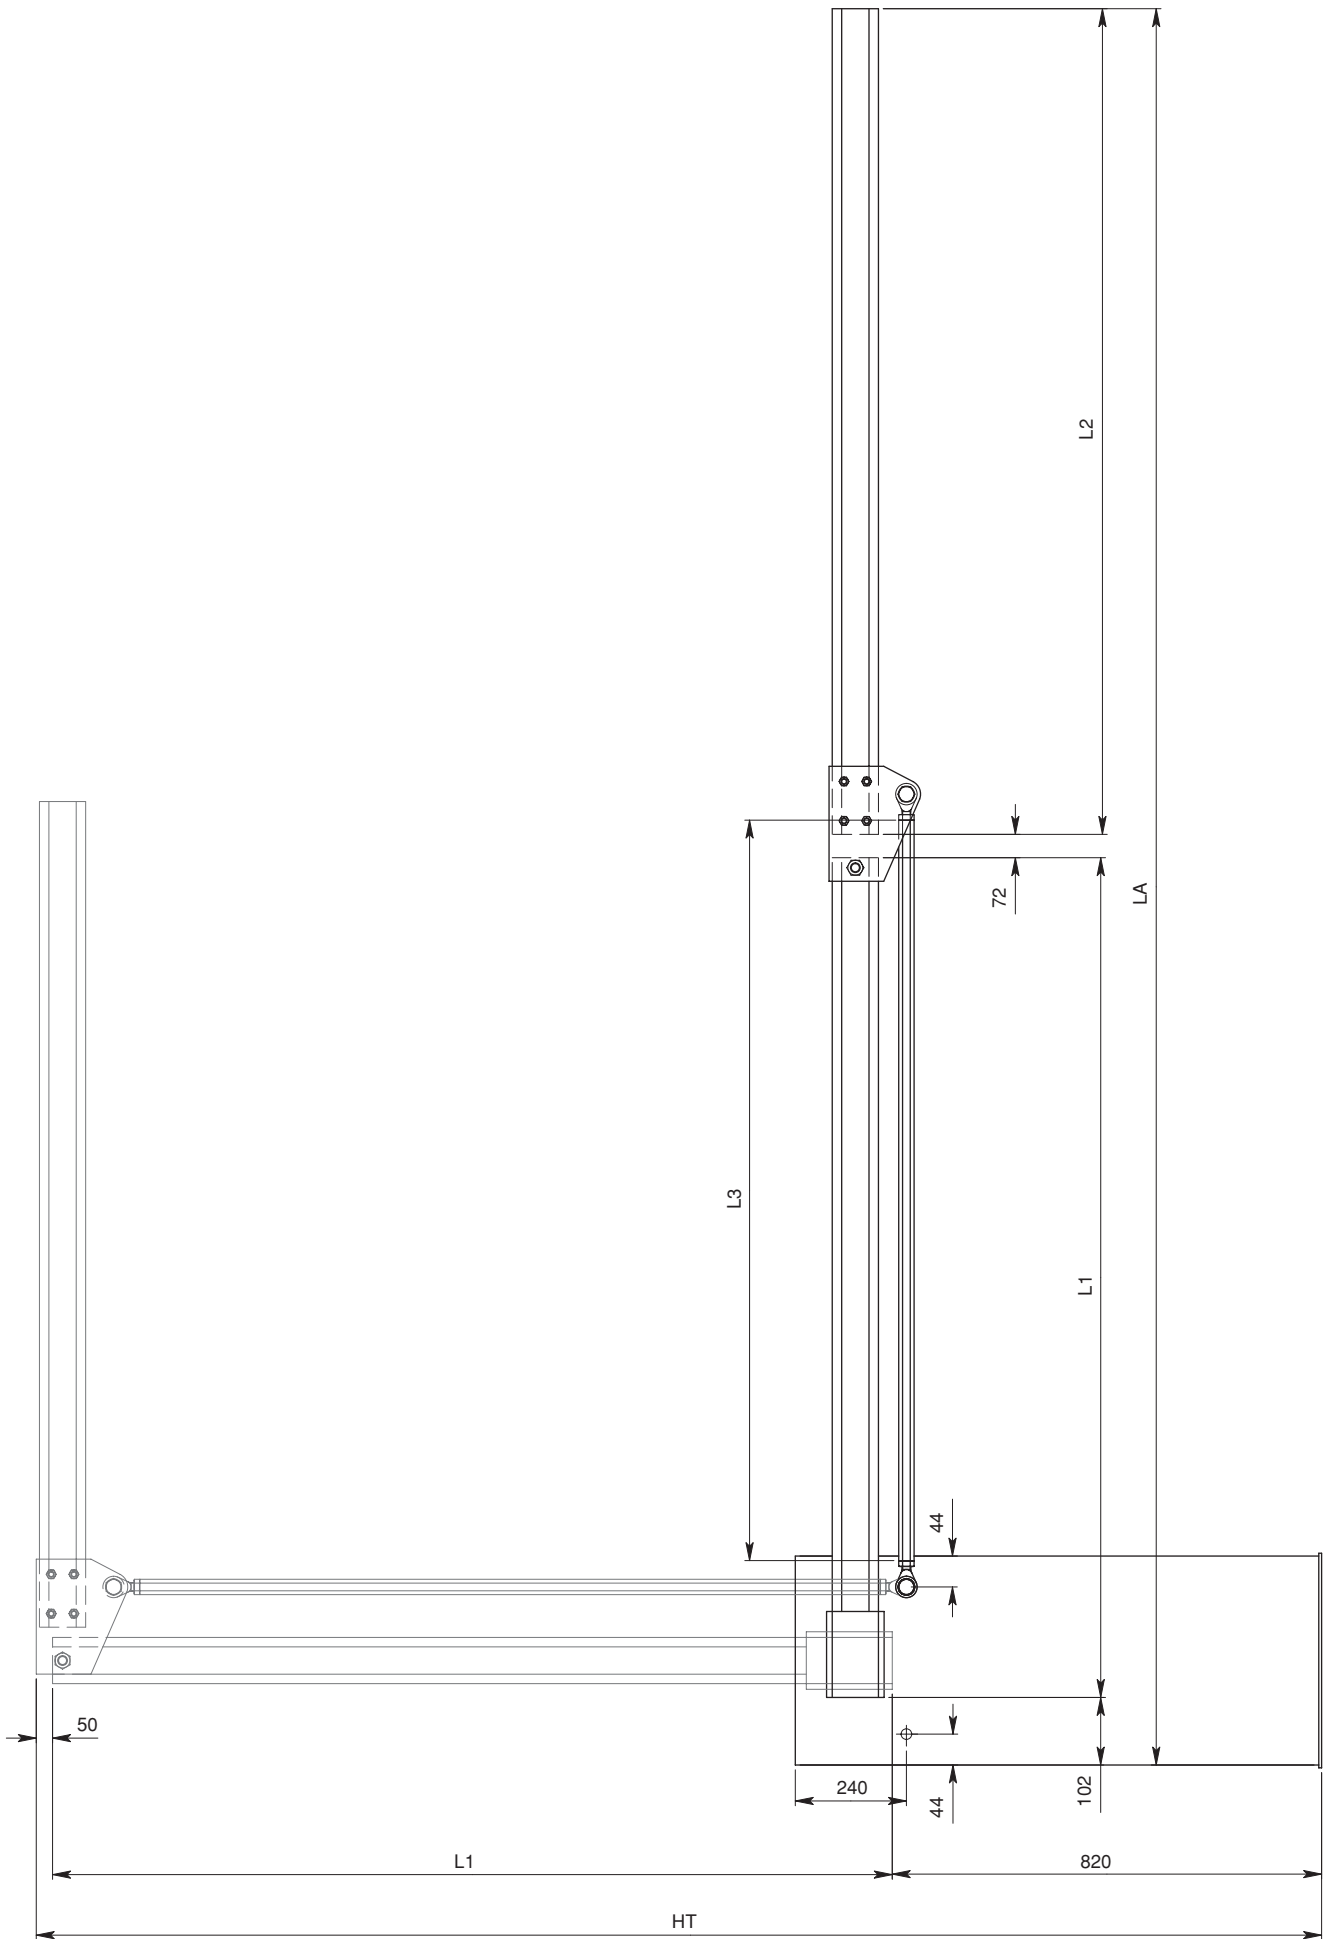

Fig.1
facendo riferimento alla fig. 1.
- Forare e filettare M16 il cassone secondo le quote di Fig.1 a seconda della versione Dx o Sx.